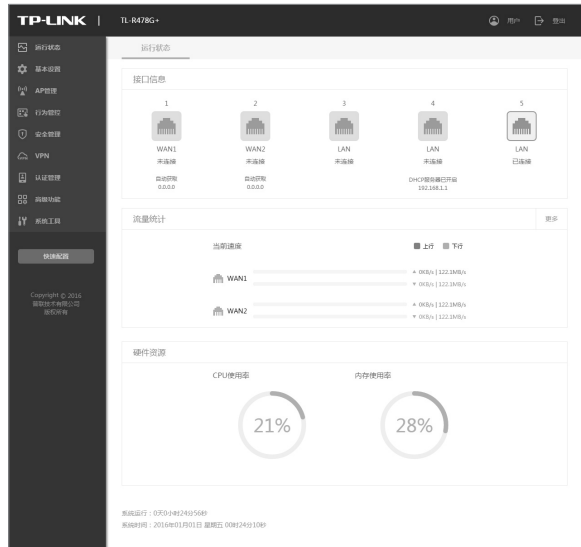

图4-8 路由器管理界面首页
9. 经过上述步骤即可成功登录路由器管理界面首页,如图4-8所示。点击左上角的本公司的商标,您就可以很方便地访问本公司主页(<http://www.tp-link.com.cn>)。点击页面左侧的主菜单栏即可进行相应功能的配置。